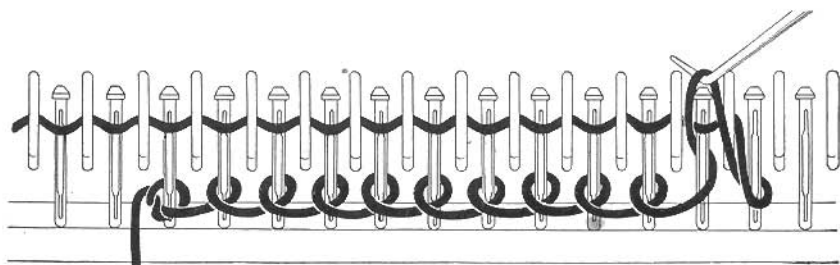

Fig. 16
**A l'aide du crochet** (extrémité en pointe): En commençant par le côté droit, l'entremaille situé entre la première et la seconde dent du peigne doit être passé par dessus la deuxième dent du peigne et posé sur le fil en zigzag. La maille de lisière ne doit pas être passée (fig. 16).